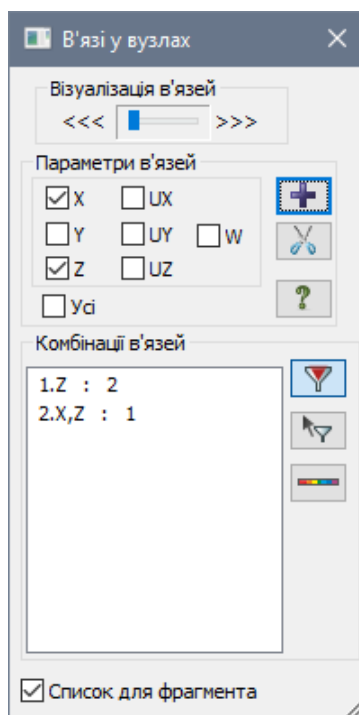

Рис. 7.10. Діалогове вікно **В'язі у вузлах**
- Натиснувши на кнопку  – **В'язі** (панель **Жорсткості та в'язі** на вкладці **Створення та редагування**) відкрийте діалогове вікно **В'язі у вузлах** (рис. 7.10).